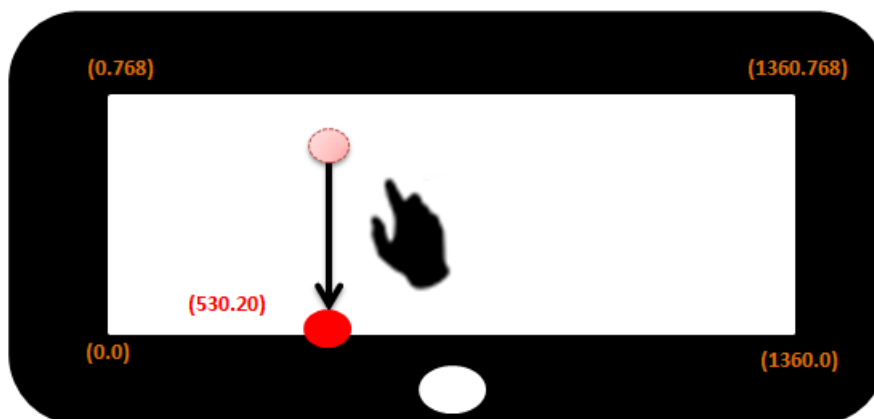

Figure 5-32: 從觸控屏內向垂直起始通道大面積按壓邊緣畫線偏差示意圖
- ◆ 下圖 Figure 5-32 示意從觸控屏內向垂直起始通道邊緣畫線偏差圖。範例中邊框報點座標並未報到垂直起始通道邊緣點。